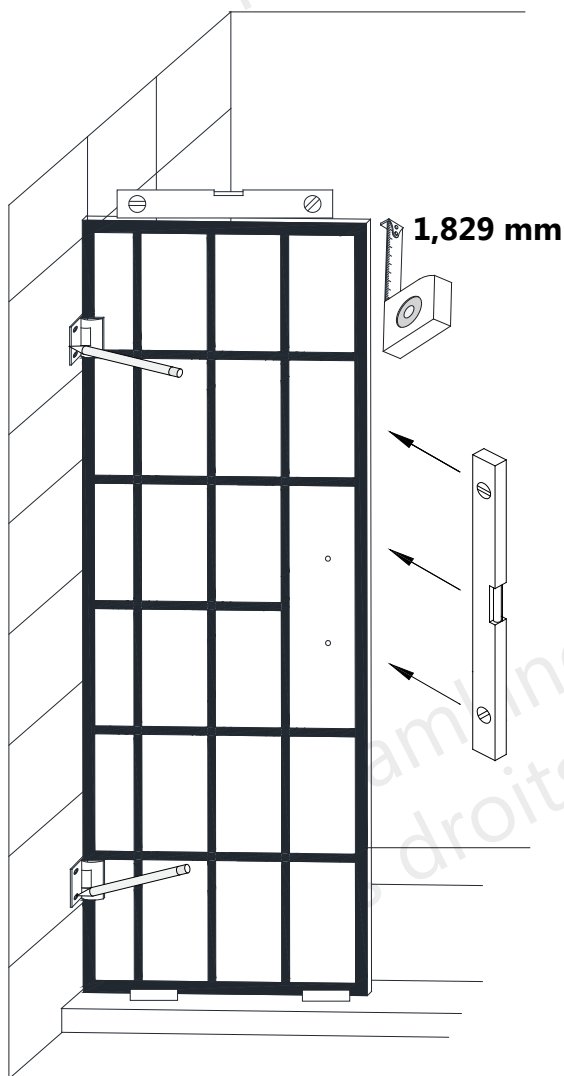

Fig 5a
5. Une fois que la **Porte Vitrée (N° 01)** est au niveau et d'aplomb, marquez l'emplacement des plaques de charnière et des trous sur le mur. Enlevez la **Porte Vitrée (N° 01)** et percez des trous de **6 mm Ø** jusqu'au montant et **des trous de guidage de 3 mm Ø** dans le montant en laissant la vis pénétrer le bois. **N'UTILISEZ PAS les ancrages muraux lors de l'installation dans une charpente renforcée de bois.** (Fig 5a and Fig 5b)